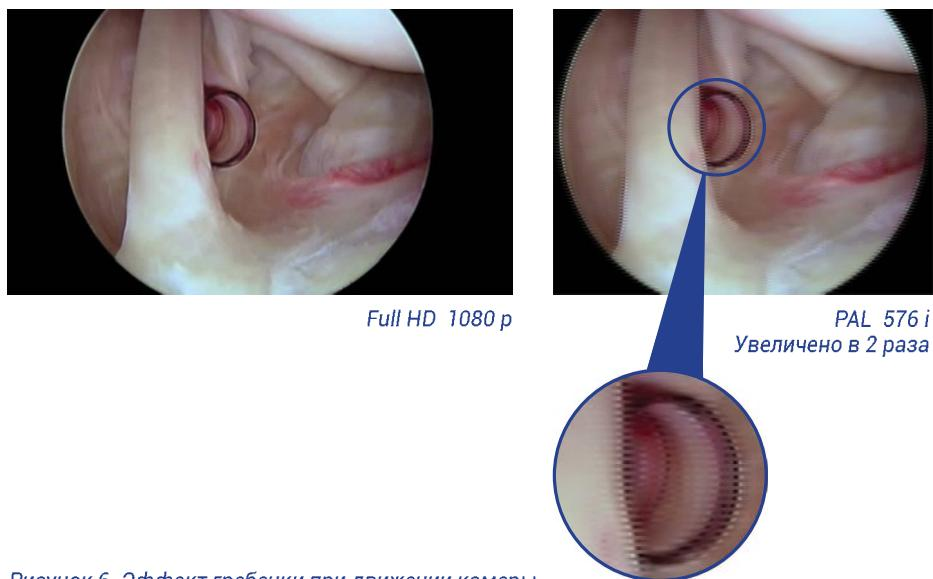

Рисунок 6. Эффект гребенки при движении камеры при чересстрочной развертке справа.
- наличие эффекта гребенки (расчески) на границах быстро движущихся объектов (рисунок 6);